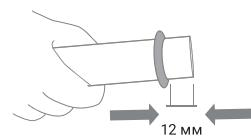

Рис. 12
8. Установите одно уплотнительное кольцо на открытый конец кварцевой трубы, на расстоянии 12 мм от края (рис. 12).